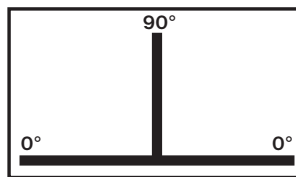

Abb. 15
Der Haupthandgriff (3) kann je nach Anwendung passend in drei Positionen eingestellt werden. Von der mittleren Position (Auslieferungszustand) kann der Griff um jeweils 90° nach rechts und links verstellt werden (Abb. 15).